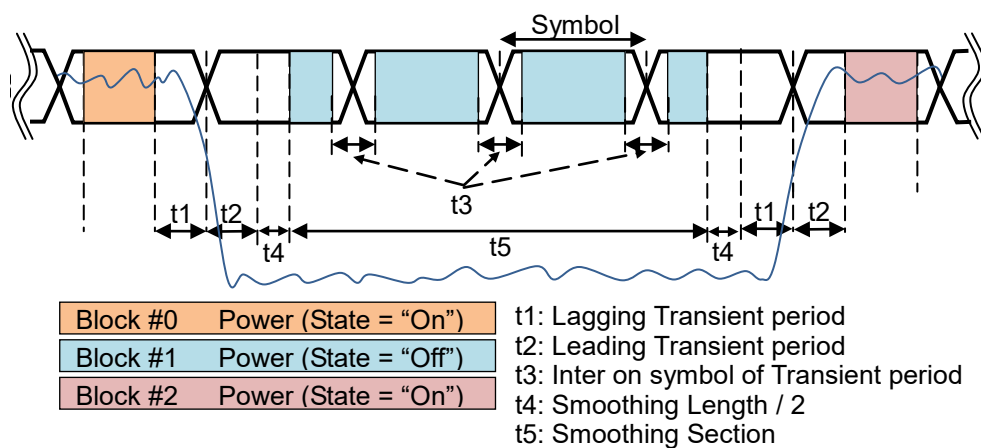
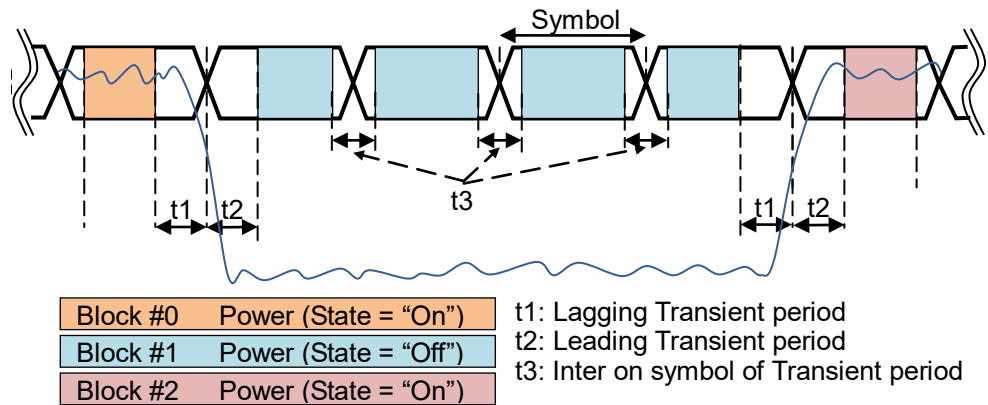

図3.22-3 Off Block パワー算出範囲 (1)
図3.22-4 Off Block パワー算出範囲 (2)
参照 図 3.22-3 Off Block パワー算出範囲 (1)
参照 図 3.22-4 Off Block パワー算出範囲 (2)
- 図 3.22-3 Off Block パワー算出範囲 (1) は、Smoothing が“On”かつ Smoothing Range が“Mask”の場合
- 図 3.22-4 Off Block パワー算出範囲 (2) は、上記以外の場合
- 図 3.22-3 および図 3.22-4 は 6 シンボルの State が “On, Off, Off, Off, Off, On” の場合の Block ごとのパワー算出区間を示しています。